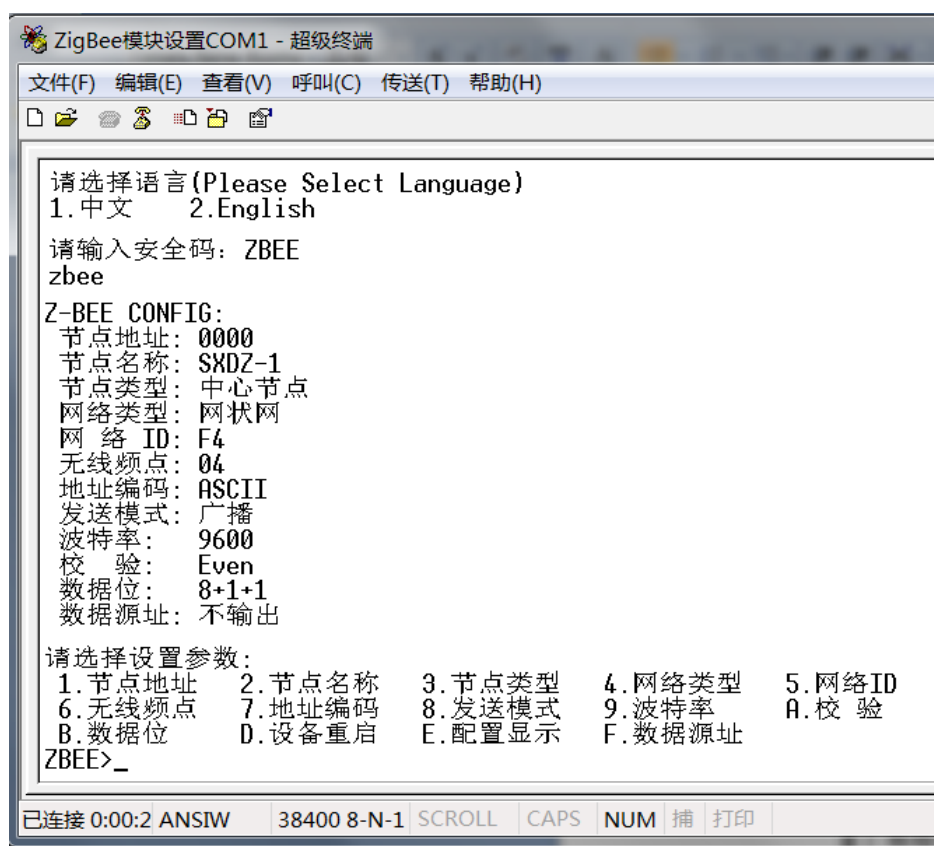

图3-2 适配器的参数设置界面
- 选择中文或English并输入安全码ZBEE，按回车键出现如图3-2所示参数设置界面。